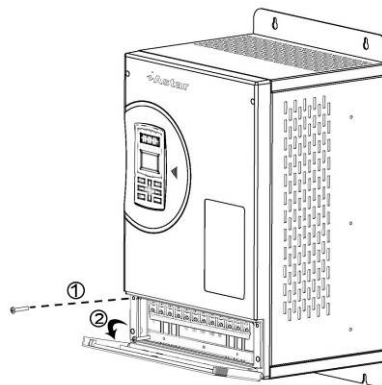

图 3-7 开启接线盖
- ① 松开接线盖上的两个螺钉。
- ② 将接线盖朝下打开。
- 开启接线盖的操作见图 3-7。